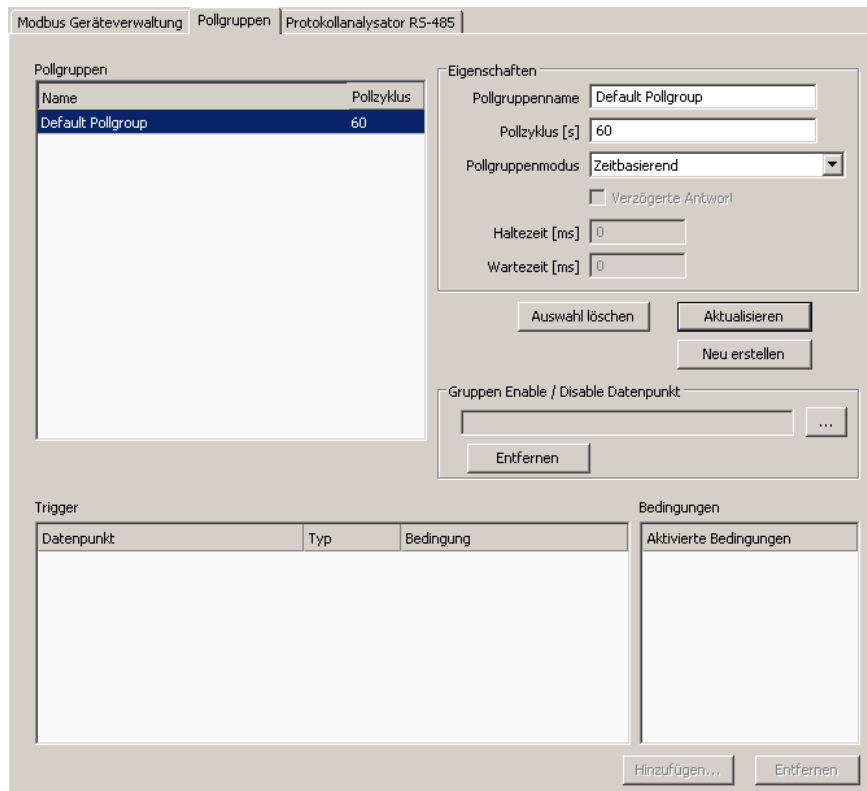

Abbildung 157: Modbus Pollgruppen-Verwaltung
- Drücken Sie auf den Karteireiter **Pollgruppen** und das Dialogfenster wie in Abbildung 157 dargestellt, wird angezeigt.
2. Drücken Sie auf den Karteireiter **Pollgruppen**. Das Dialogfenster wie in Abbildung 157 dargestellt, wird angezeigt.